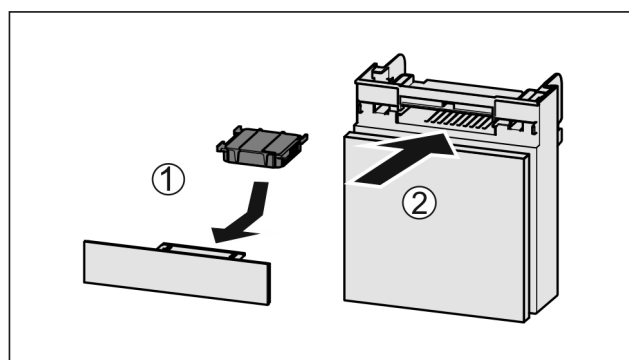

Fig. 82
- ▶ Introduzca el compartimiento Fig. 82 (2).